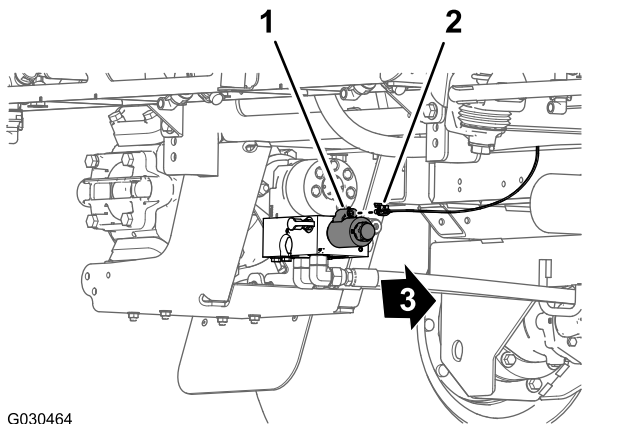

Figure 107
- À l'arrière de la machine, du côté intérieur de la pompe de pulvérisation, branchez le connecteur à 2 douilles identifié par **Spray Pump Solenoid** (solénoïde de pompe de pulvérisation) de la branche de 86 cm du faisceau au connecteur à 2 broches du relais de la pompe (Figure 107).